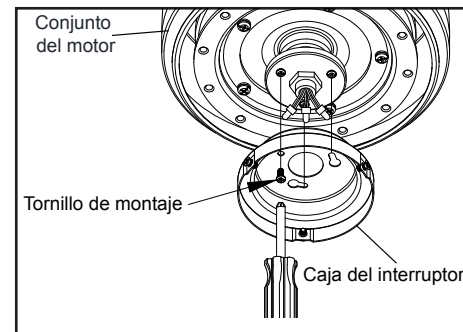

Figura 13
1. Quita un tornillo y afloja, pero no quites los dos tornillos de las ranuras tipo ojo de cerradura del conjunto del motor. (Figura 13)